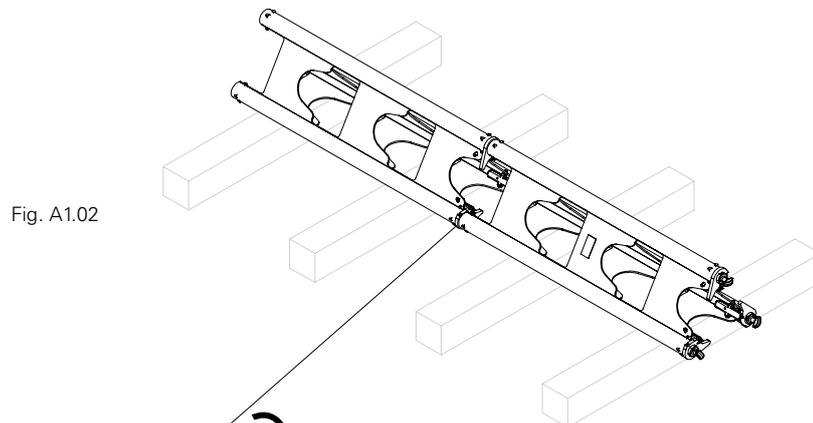

Fig. A1.02
3. Introduire les pièces à têtes marteau dans les extrémités du segment d'étais suivant. (Fig. A1.02)